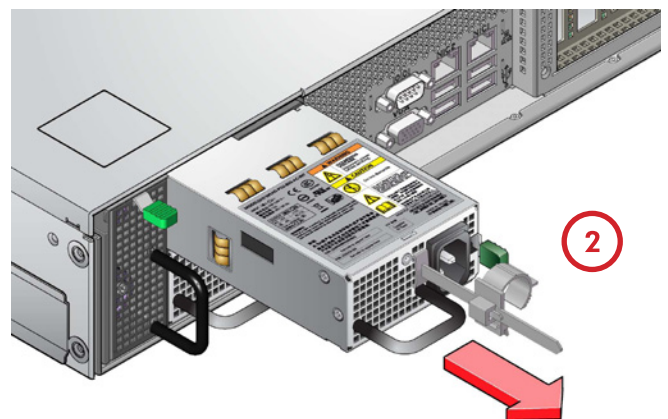

Abbildung 4b: Ausbau eines Netzteils
4. Greifen Sie den Bügel und ziehen Sie das Netzteil heraus (Abbildung 4b).